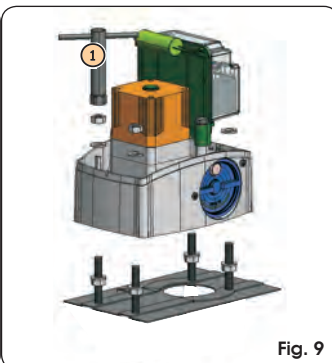

Fig. 9
- ② Coloque el operador en la placa por medio de las arandelas y tuercas suministradas en dotación, tal y como se muestra en la Fig. 9, utilizando para ello la llave de tubo suministrada en dotación (Fig. 9 ref. ①).